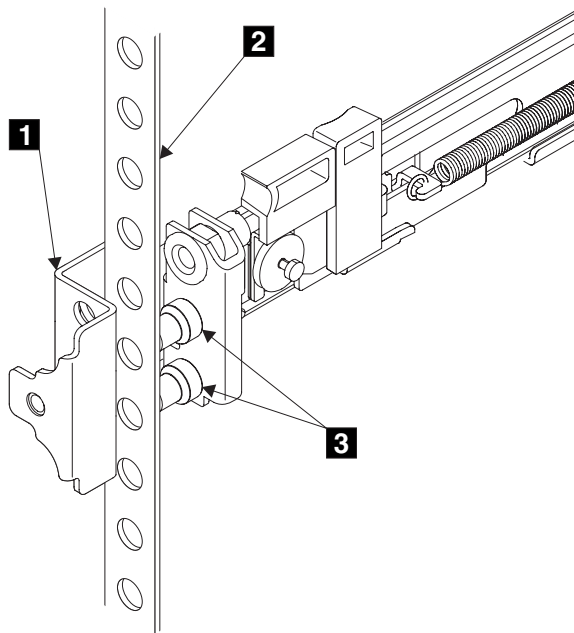

図 44. レールのフロントエンドの取り付け
6. 左レールの前面の端をラック・キャビネットにはめる。前面ブラケットの上端 **1** (図 44) が、ラック上の必要な EIA マーキングに合うように調整します。